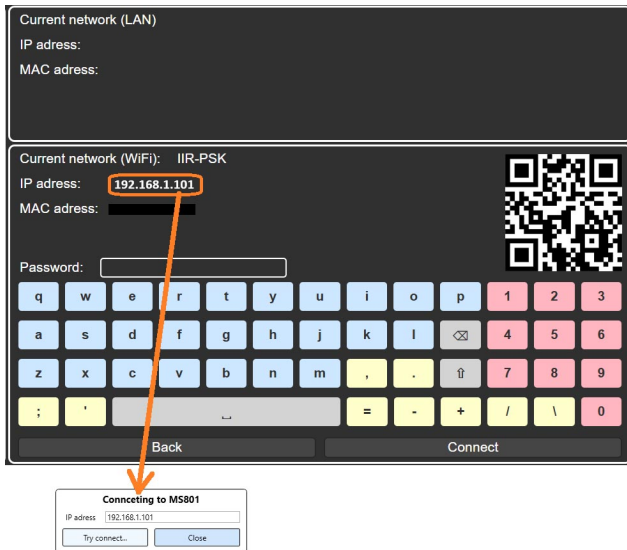

Figura 26.
3. A continuación, pulse el botón «Connect to MS801». Se abrirá una ventana en la que deberá introducir la **dirección IP** del probador (ver Figura 26). La **dirección IP** necesaria puede consultarse en la configuración del probador, en el menú **Network Setting**.